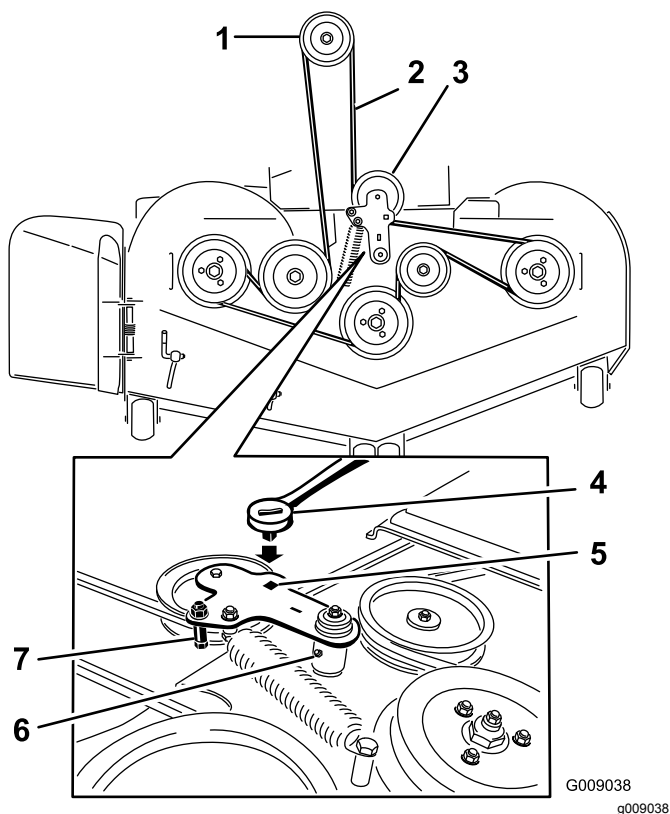
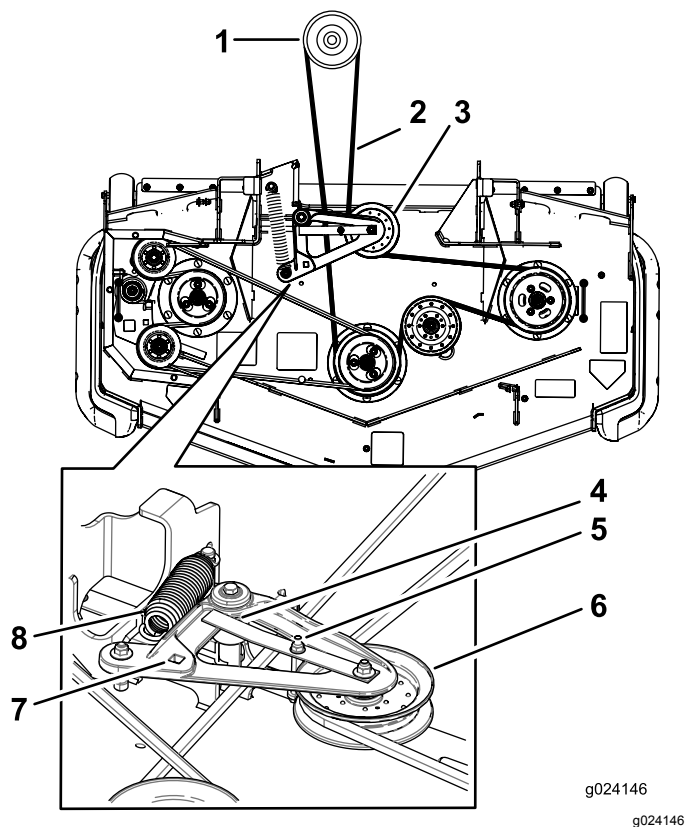

Figura 119
Figura 120
5. Sollevare il pianale e inserire un cricchetto nel foro quadrato del tenditore del piatto di taglio (Figura 119 o Figura 120).
6. Ruotare il tenditore del piatto di taglio in senso orario, sollevare l'aletta guidacinghia (solo macchine con scarico posteriore) e rimuovere la cinghia del tosaerba (Figura 119 o Figura 120).